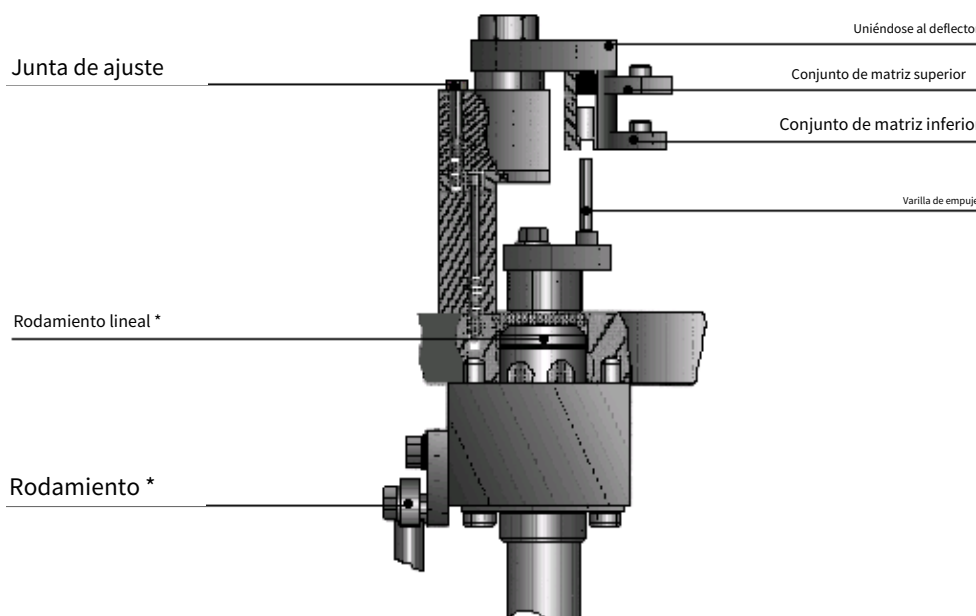

Fig. 25 Mecanismo de unión de la cápsula
5.2.10 Ajuste de la unión de la cápsula (consulte las Fig. 25, 26, 27)